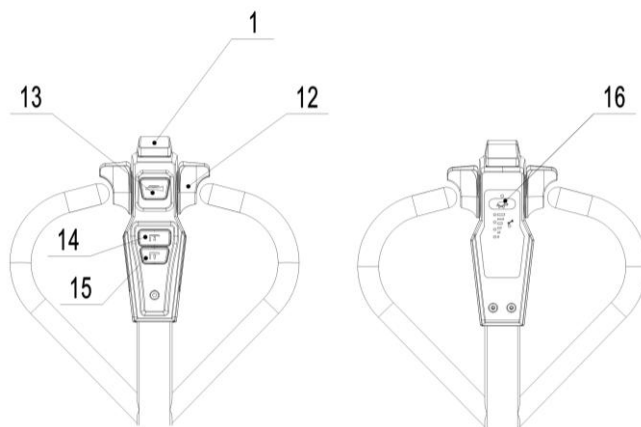
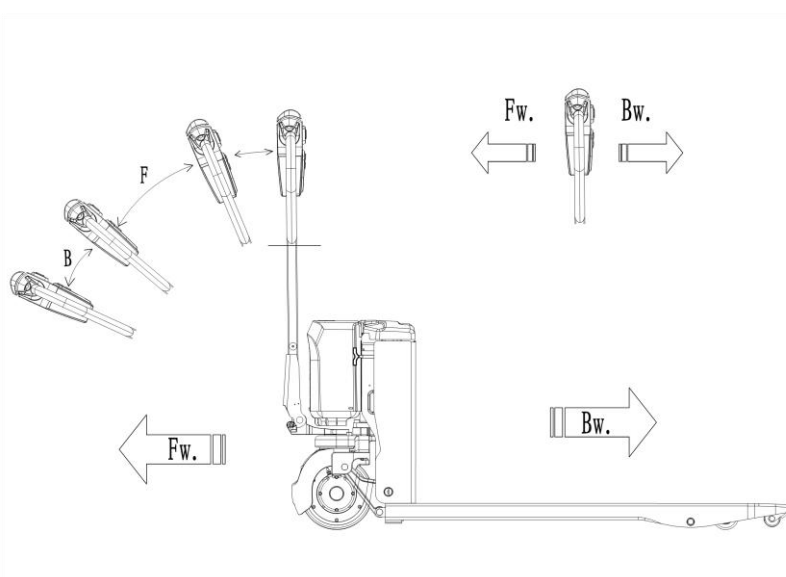

Рис. 7: Рукоятка управления
Рис. 9: Направление движения
Проверьте работу звукового сигнала нажатием на соответствующую клавишу (рис. 7, поз. 13).
Нажмите кнопку «вниз» (рис. 7, поз. 15) и кнопку замедленного хода (рис. 7, поз. 16) одновременно, чтобы включить аварийный режим, который активирует электромагнитный тормоз и дает возможность вручную передвигать тележку. Выключите аварийный режим для перезагрузки питания от литиевой батареи.
Разместите тележку с полностью опущенными вилами под паллетом. Нажмите кнопку подъема (рис. 7, поз. 14), до тех пор, пока не будет достигнута требуемая высота подъема.
Опускание груза производится путем нажатия клавиши спуска (рис. 7, поз. 15). Полностью опустите вилы, убедитесь в отсутствии препятствий позади тележки и аккуратно откатите тележку из-под груза.
После запуска тележки переведите рукоятку в рабочее положение («F», рис. 9)
Отклоните маховики управления в нужном направлении «вперед» («Fw», рис. 9) или «назад» («Bw», рис. 9). Контролируйте скорость передвижения с помощью лепестков маховика (рис. 7, поз. 12) для достижения требуемой скорости.
Нажмите на кнопку замедленного хода с пиктограммой «черепахи» (рис. 7, поз. 16) для перевода тележки в режим перемещения на малой скорости. Повторное нажатие на клавишу вернет тележку в стандартный режим. Нажмите и удерживайте клавишу в течение 2-х секунд для включения режима работы тележки с рукояткой, расположенной в вертикальном положении в условиях узкого пространства. Отпустите кнопку замедленной скорости, чтобы выйти из режима.
- Переключение лепестков управления (рис. 7, поз. 14) обратно в начальное положение или освобождение лепестков активирует систему торможения. Тележка тормозит до полной остановки.
- При переключении лепестков управления (рис. 7, поз. 14) из положения «движение в одном направлении» в положение «движение в противоположном направлении», тележка постепенно тормозит, пока не начнет движение в противоположном направлении.
Кнопка противоотката (рис. 7, поз. 1) защищает оператора от получения повреждений и травм. При нажатии этой кнопки тележка тормозит и/или начинает движение в противоположном направлении («Bw») на небольшое расстояние и останавливается.